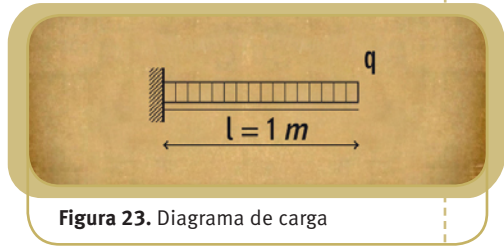

Figura 23. Diagrama de carga
a. Dibujamos el diagrama de sólido libre (figura 23)